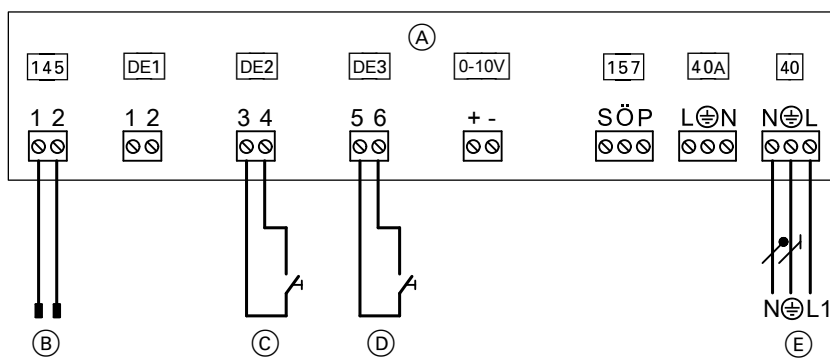

Abb. 9
- An Erweiterung EA1 gemäß Abb. 9